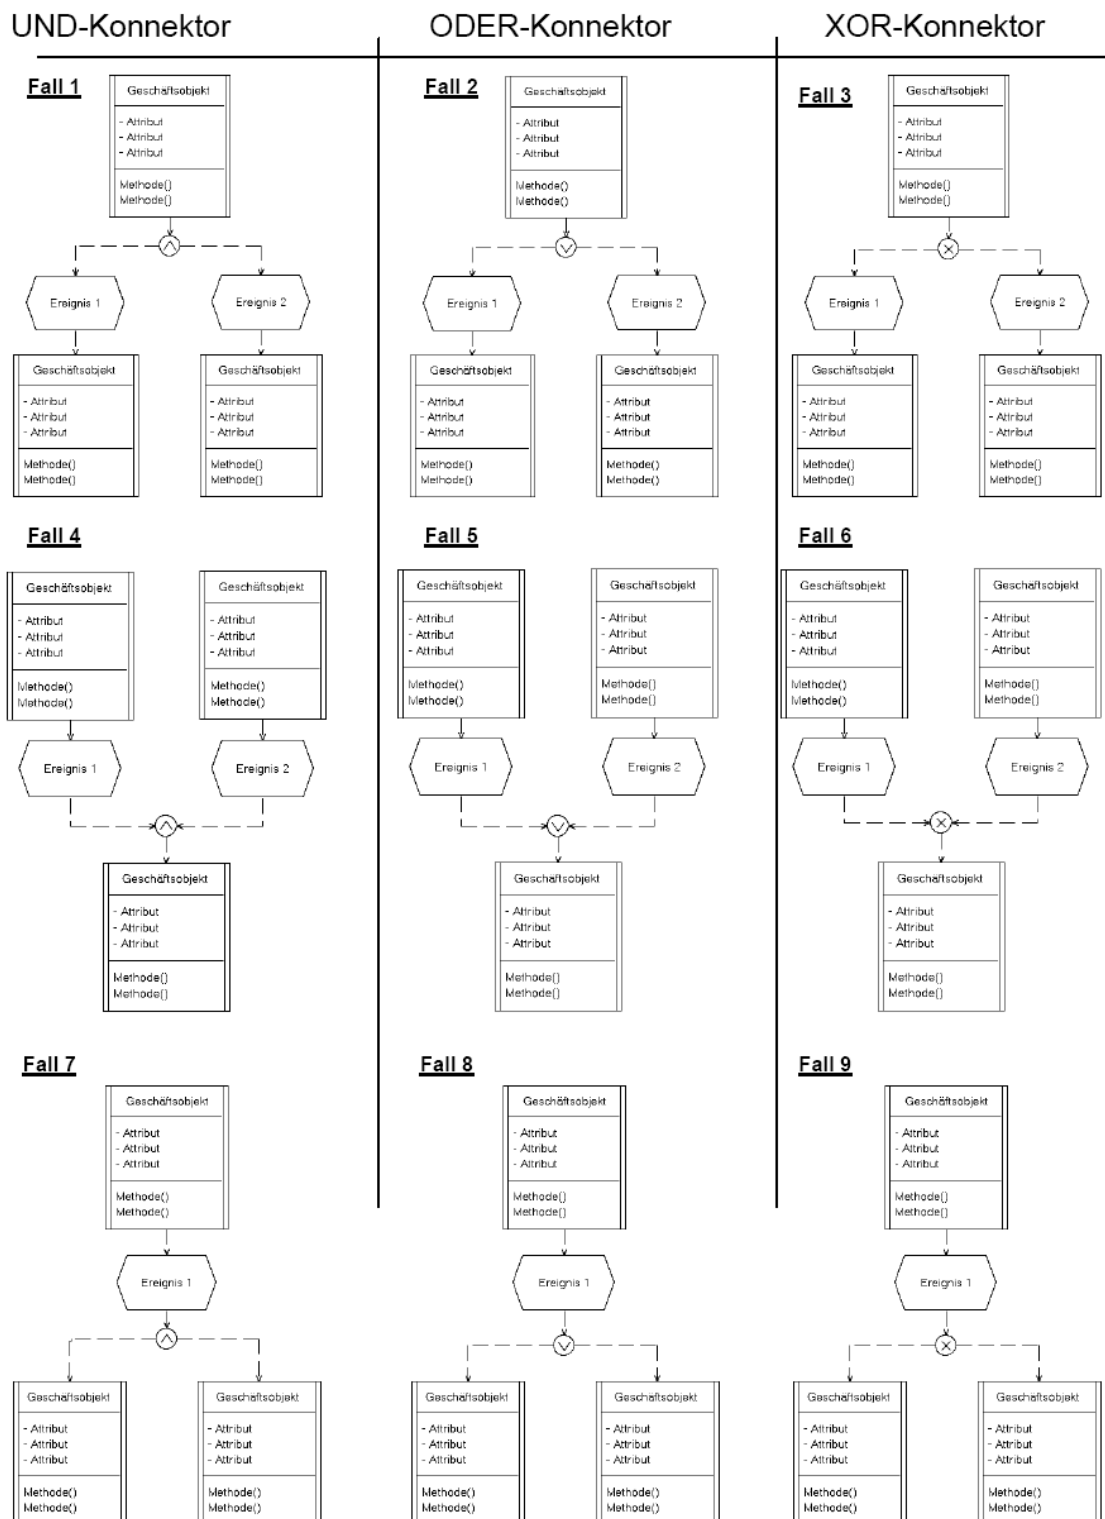

Abbildung 55: oEPK-Konnektoren (zulässige Verknüpfungen), [Zi98, S. 120]
Abbildung 55 listet die zulässigen Möglichkeiten der Verknüpfung von Geschäftsobjekten über Ereignisse und Verknüpfungsoperatoren auf [SNZ97, S.18 f.]:
Regeln zur Anwendung der Konnektoren (vgl. Abbildung 55):
- Ein Join-Konnektor (es werden mindestens zwei bestehende Kontrollflüsse zusammengeführt) kann nur direkt aus mindestens zwei Ereignissen folgen (Abbildung 55, Fall 4 bis 6):